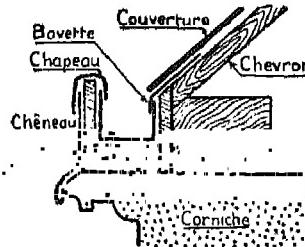

Fig. 4. — Chéneau. Voyez avec quel soin il est installé pour éviter toute infiltration d'eau dans le mur. Chéneau, bavette, chapeau sont en zinc.
Des chéneaux² (fig. 4) courent à la base de chaque toit pour recueillir l'eau de pluie et la conduire dans un caniveau qui l'évacue loin de la maison. On les
b) Sur les arbalétriers, reposent les pannes, qui sont horizontales ; on distingue les *pannes proprement dites*, la *panne faîtière*, au faîte de la maison, la *panne sablière* qui repose sur la corniche (fig. 4).